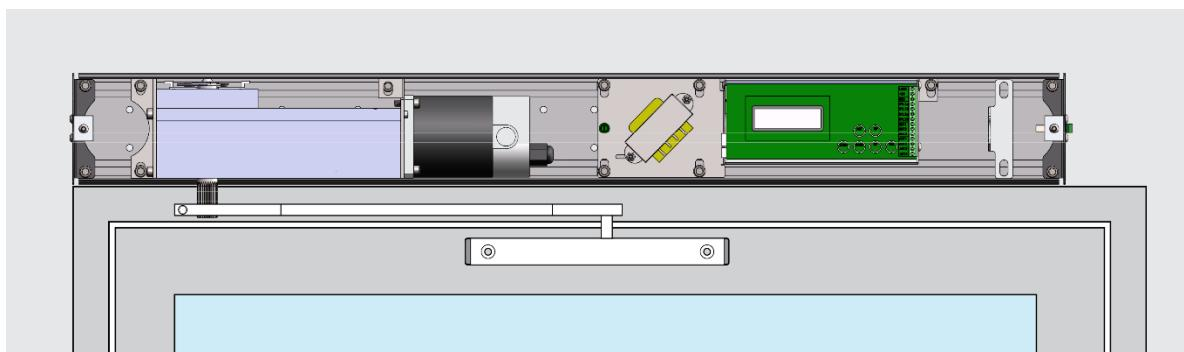

Figure 4-11
- La porte étant fermée, installer le bras principal et marquer l'emplacement de la pointe du bras principal sur la porte fermée (A).
- Retirer le bras et ouvrir la porte jusqu'à l'angle d'ouverture souhaité et le maintenir en place. Fixer à nouveau le bras principal et marquer l'emplacement de l'extrémité du bras principal sur la porte ouverte (B).
- Centrer le rail coulissant sur la ligne centrale marquée, à  $3\frac{1}{2}$ " sous le bas du linteau, comme illustré à la figure 4-11. Utiliser les vis de montage appropriées pour fixer le rail coulissant à la porte.